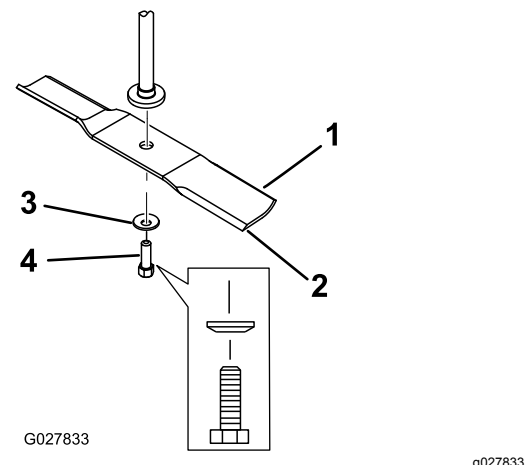

Figura 65
2. Togliete il bullone, la rondella curva e la lama dall'asse del fusello (Figura 65).
1. Montate la lama sull'asse del mandrino (Figura 65).
2. Montate la rondella curva (lato concavo verso la lama) e il bullone della lama (Figura 65).